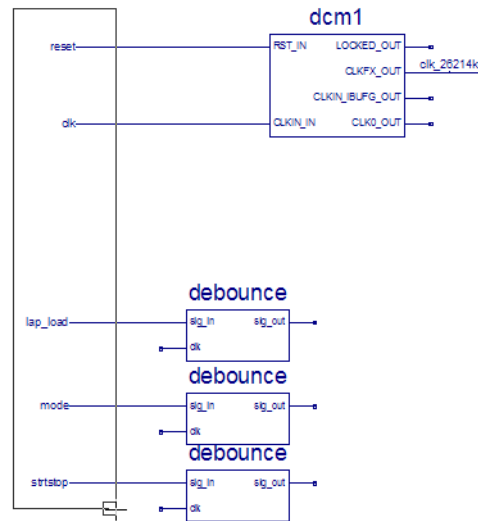

図 3-29 : 名前の付けられたネットへの I/O マーカーの追加
- 図 3-29 に示すように、ネットの左端をクリックして名前を配置します。